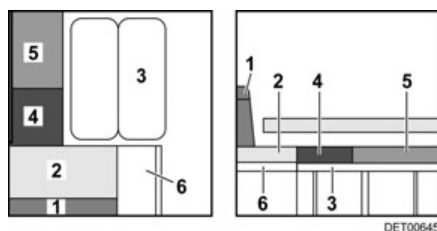

Fig. 143 Pendant la transformation
- Rabattre la rallonge de la banquette (Fig. 143,6) vers le haut et enclencher avec le rabat.